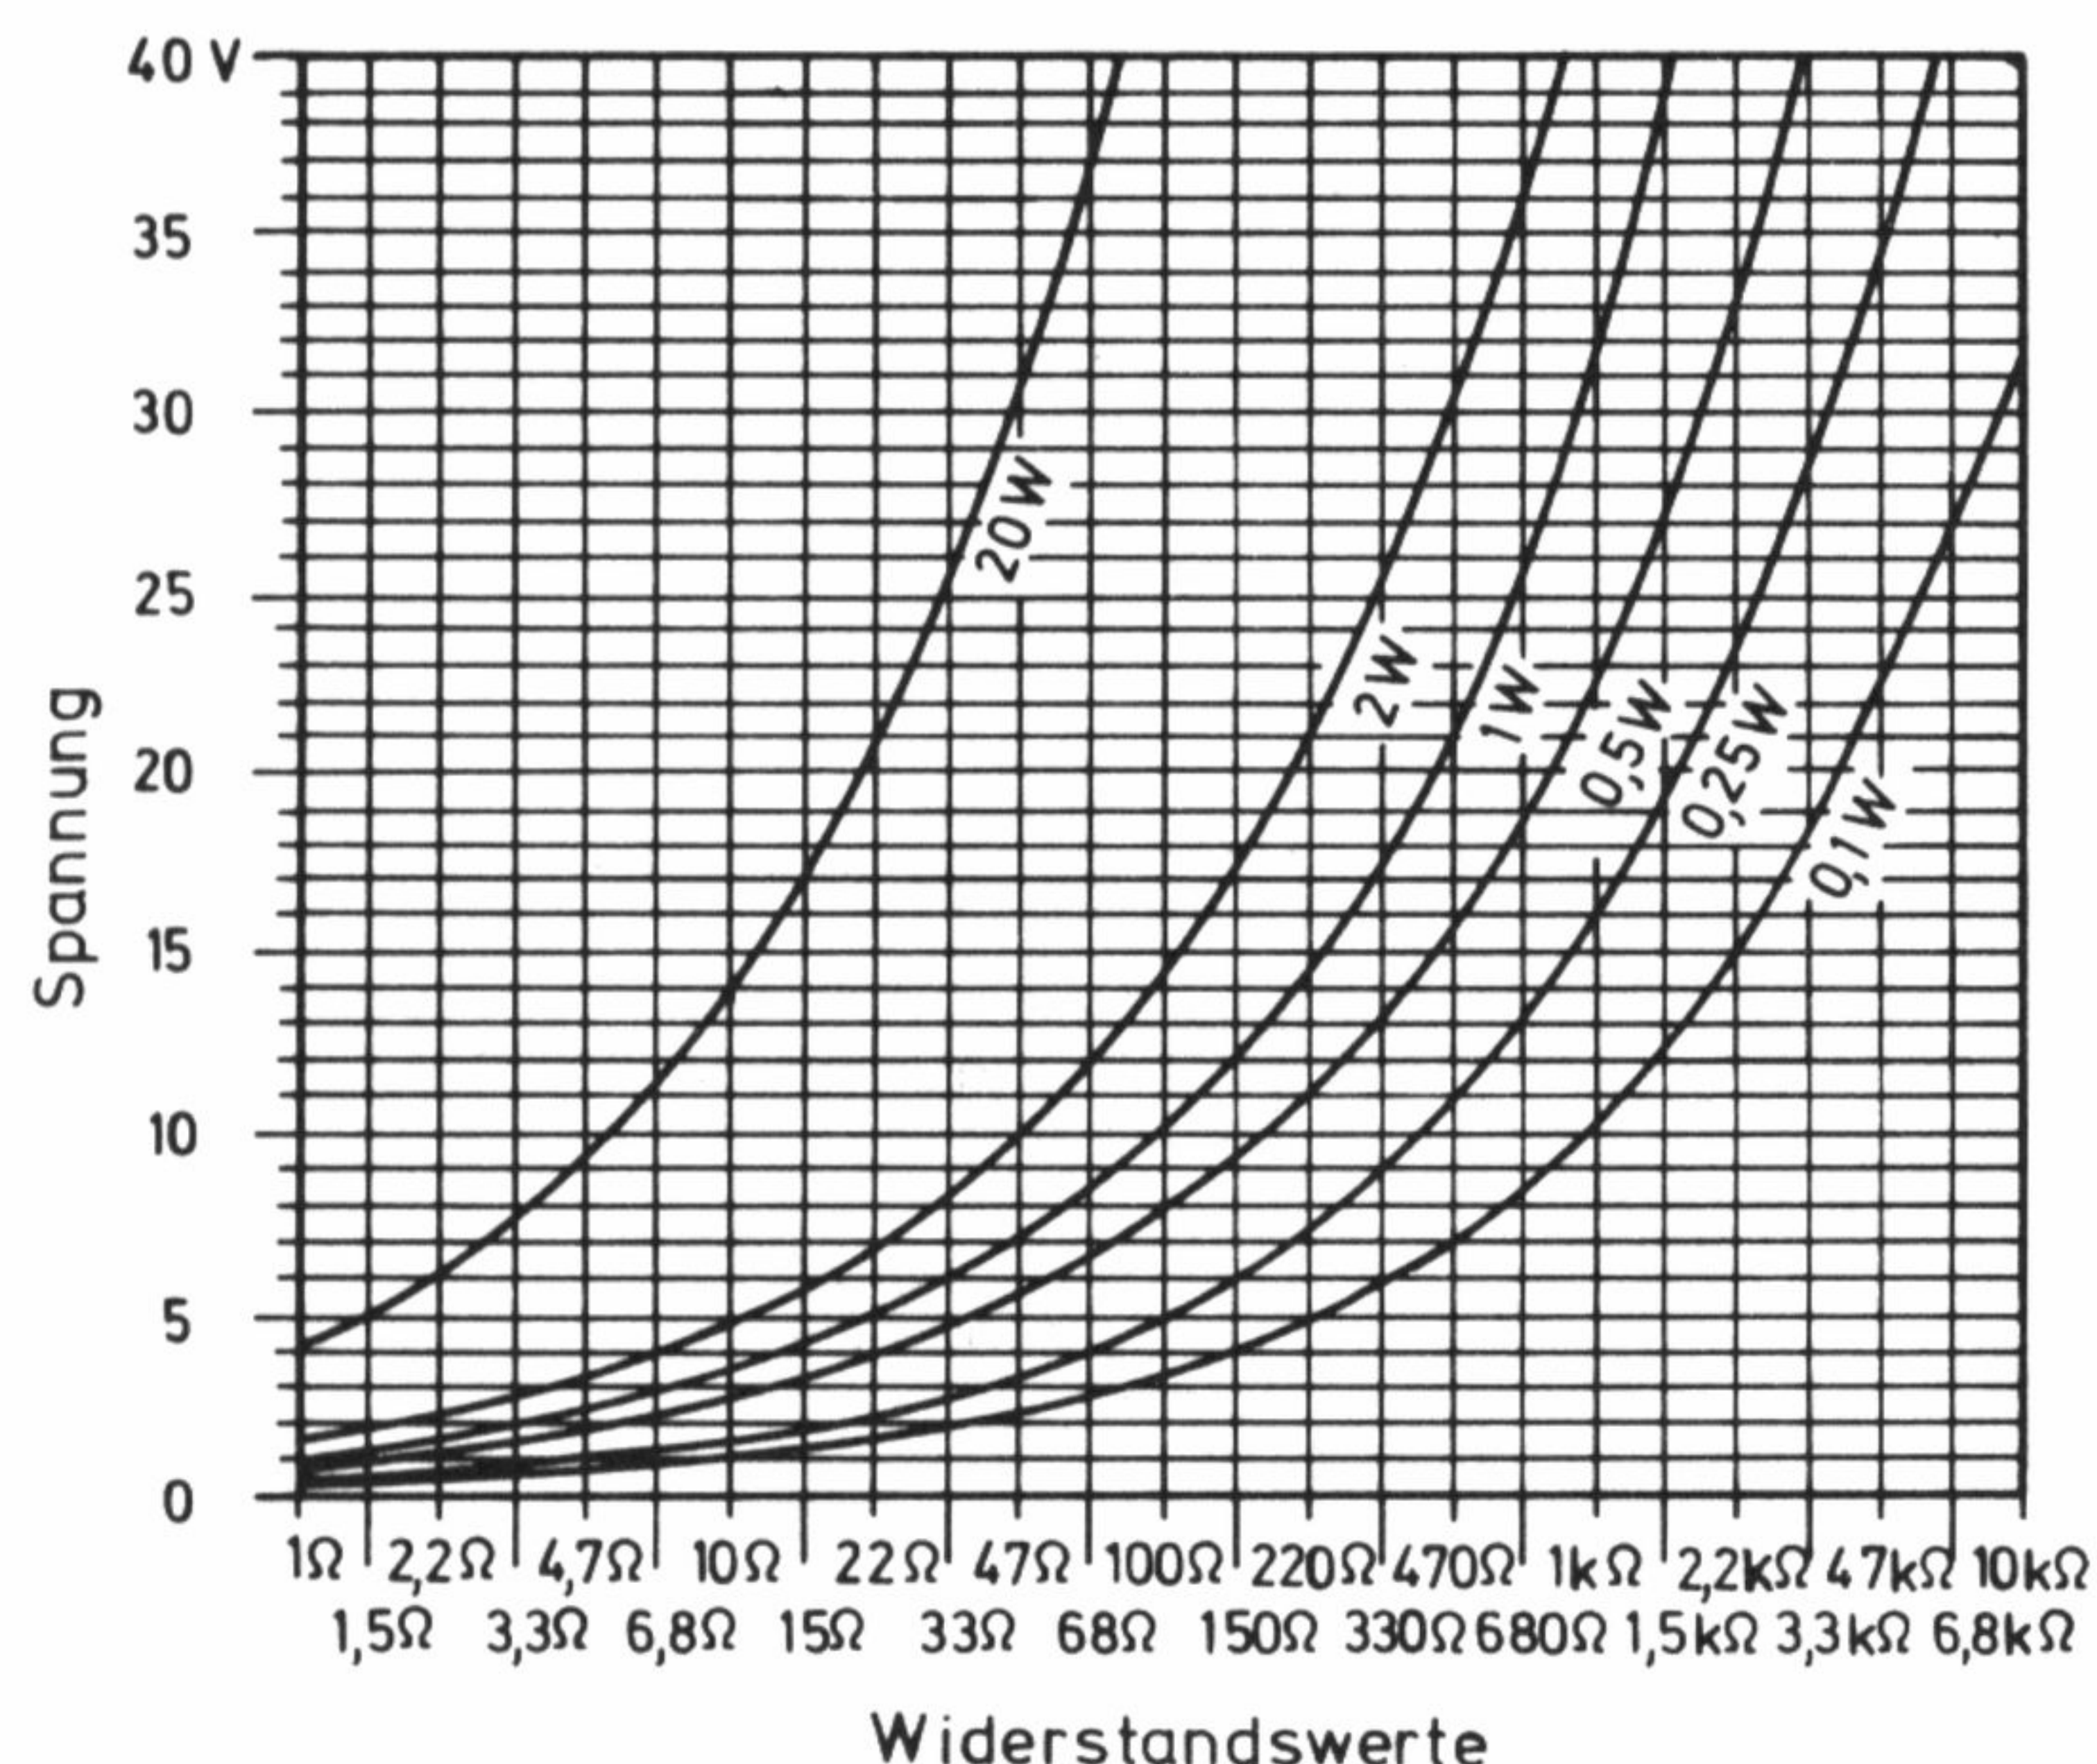

Bild 5.2: Diagramm zur Veranschaulichung der Belastbarkeit von Schichtwiderständen.
*Bild 5.2* enthält ein Diagramm, aus dem sich ablesen läßt, bis zu welchem höchsten Spannungswert ein Widerstand mit einem gegebenen Ohmwert und einer gegebenen Belastungsstufe einsetzbar ist. Das Diagramm beschränkt sich auf Werte, die in Schaltungen der Amateur-Elektronik am häufigsten vorkommen.